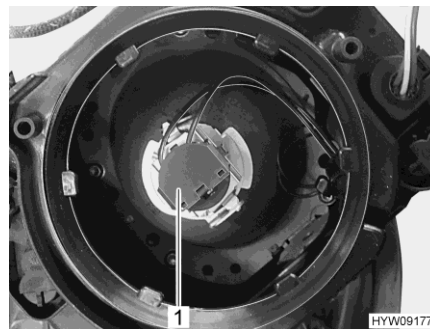

Bild 149 Glühlampe (Abblendlicht/Fernlicht)
- Fassung (Bild 149,1) mit der Lampe entgegen dem Uhrzeigersinn drehen und aus Lampengehäuse nehmen.
- Fassung (Bild 149,1) mit Glühlampe in das Lampengehäuse einsetzen und im Uhrzeigersinn festdrehen. Die Fassung rastet hörbar ein.